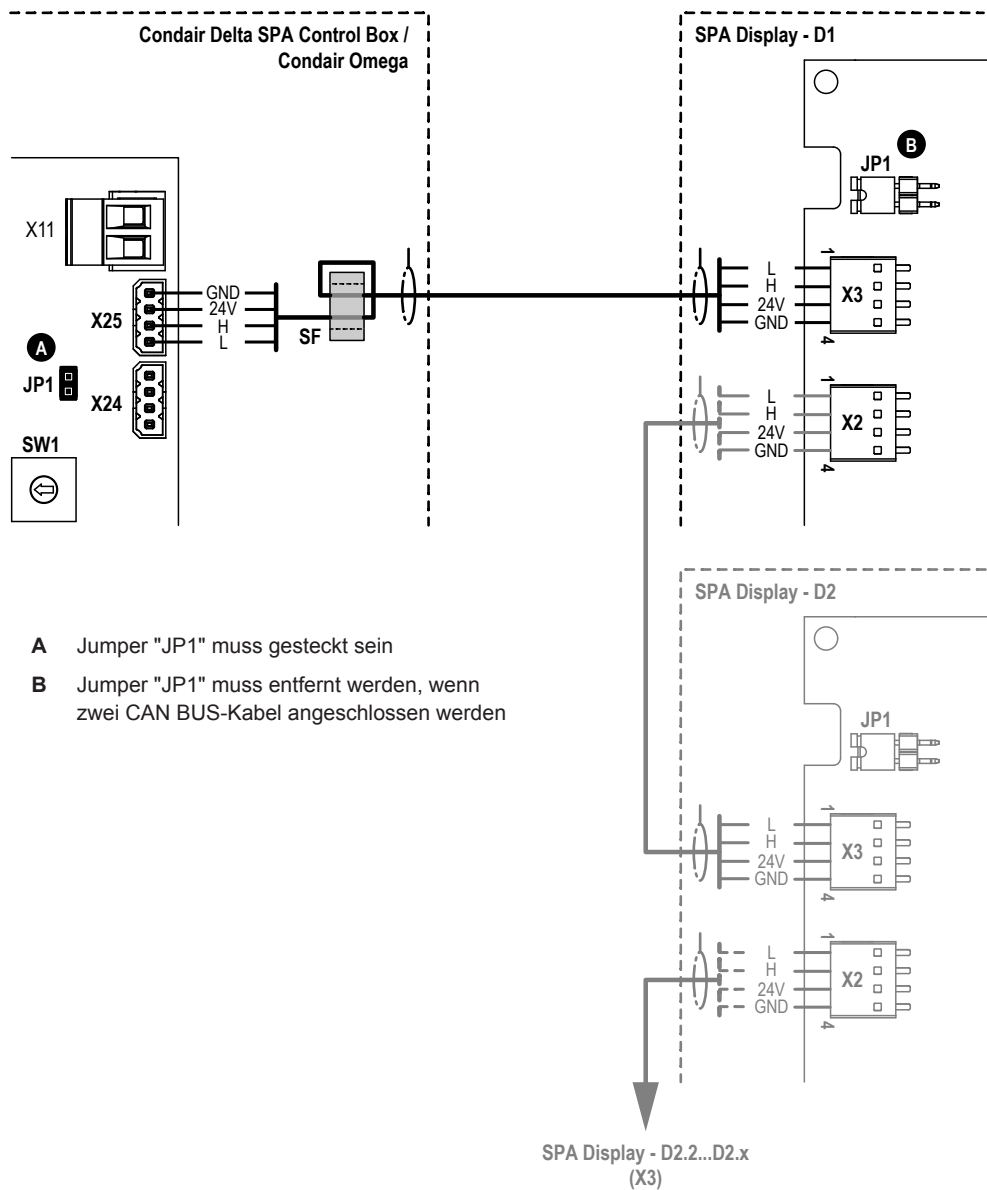
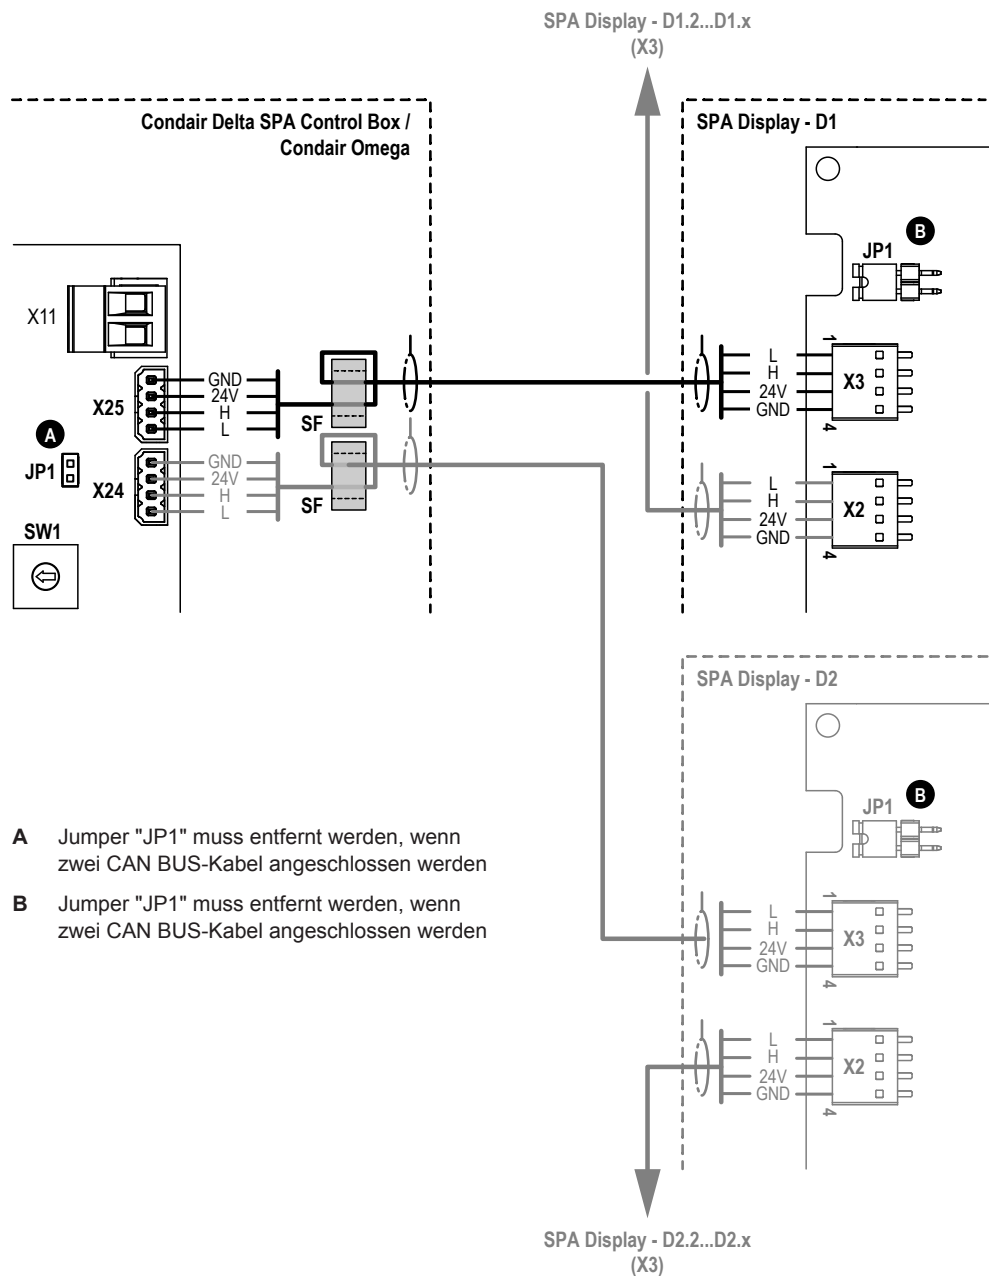

Abb. 22: Anschlussschema Variante 1 mit einem oder mehreren Condair SPA Displays
Abb. 23: Anschlusschema Variante 2 mit einem oder mehreren Condair SPA Displays
5. Das bzw. die CAN BUS-Kabel gemäss dem zutreffenden Schema (siehe Abb. 22 oder Abb. 23) am Stecker "X25" und/oder "X24" auf der Steuerplatine des Condair Omegas bzw. der Condair Delta SPA Control Box anschliessen. Beachten Sie dazu auch die Hinweise in der Montageanleitung zum Condair Omega bzw. zu Condair Delta SPA Control Box.